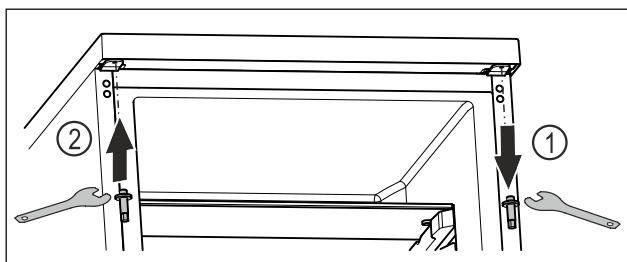

Fig. 18
- Skruva ur övre bult med utvändig sexkantsnyckel. Fig. 18 (1)
- Skruva fast bult på motsatta sidan med utvändig sexkantsnyckel. Fig. 18 (2)